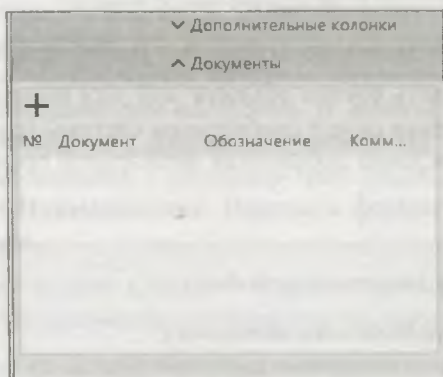

Рис. 15.15. Раздел **Документы** на панели **Параметры**
- ♦ на панели **Параметры** в секции **Документы** (рис. 15.15) нажмите кнопку **Добавить документ** ;
- ♦ нажмите кнопку **Создать объект** — наименование файла и обозначение детали появляются в разделе **Документы** на панели **Параметры: Объекты спецификации** (см. рис. 15.15);